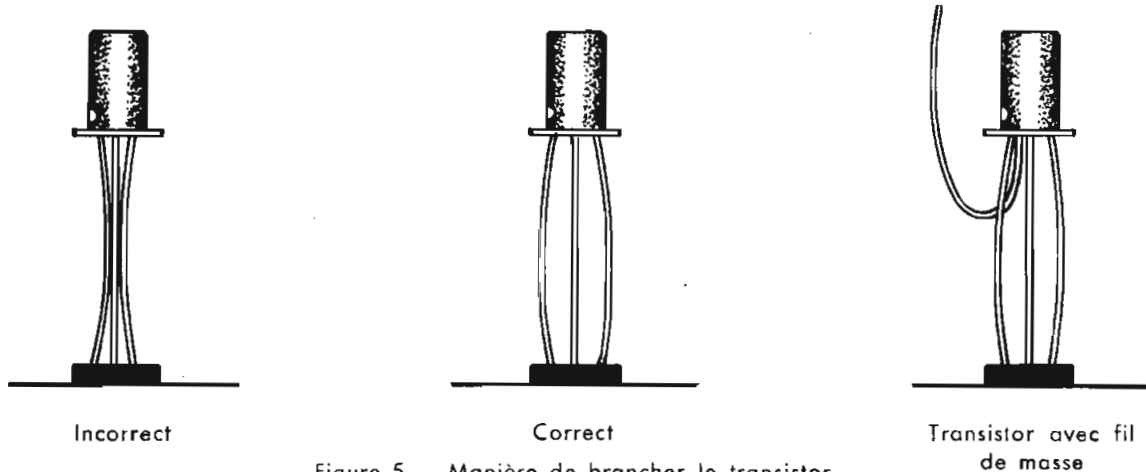

Figure 5 — Manière de brancher le transistor
Une très grande quantité de types de transistors, diodes ou redresseurs peuvent être connectés sur votre transdiode-mètre TD-2 pour être soumis aux essais. Vous disposez d'un support (Z) sur lequel vous pourrez connecter les transistors dont les fils de branchement ont une disposition correspondant au dit support et ne possèdent pas UN DIAMETRE SUPERIEUR A 0,5 mm, un diamètre supérieur pourrait entraîner une déformation des lamelles de contact du support. Trois câbles de mesure dont les connexions correspondent aux même prises que le support et qui sont munis de pinces crocodile de format réduit vous permettront la connexion de tous les modèles à fils ou à cosses de contact. Que ce soit pour les transistors avec des connexions sous forme de fil, destinés au support ou pour les transistors qui nécessiteront des cordons de connexion, vous devrez toujours veiller à ce qu'aucune des connexions ne se touchent entre-elles. Pour cela considérez la figure 5.
Certains transistors possèdent un quatrième fil de sortie (connexion de masse). Pour effectuer les essais sur ces semiconducteurs vous devrez replier cette connexion de masse à l'extérieur, vers le haut, comme cela est montré sur la figure 5.